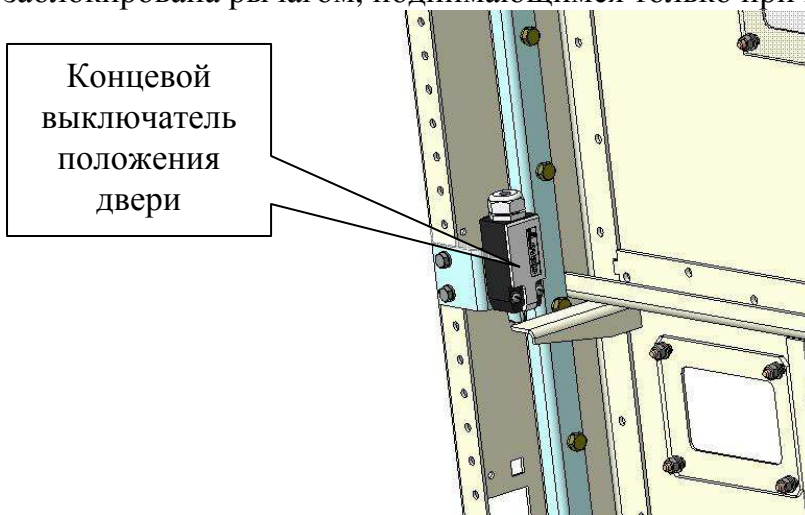

Рисунок 28 – Блокировка положения двери отсека ВЭ
- Невозможно перемещение каретки выдвижного элемента из контрольного положения в рабочее при открытой двери отсека выдвижного элемента. При открытой двери контакты концевого выключателя положения двери размыкают цепь электрического привода (Рисунок 28). При попытке ручного перемещения каретки ВЭ рукоятку невозможно вставить из-за того, что втулка на валу привода будет заблокирована рычагом, поднимающимся только при подъеме двери.